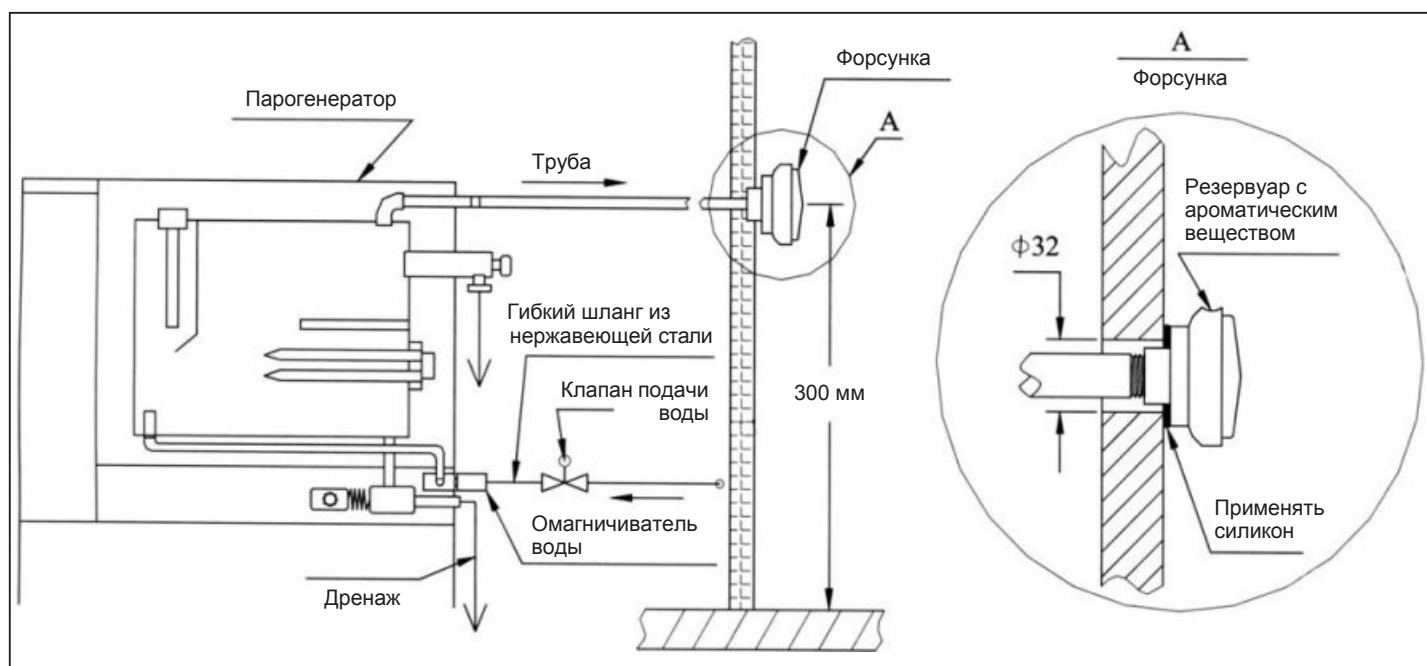

рис. 7
- Подающие трубы и паропровод должны соответствовать всем стандартам (рис.7). Это необходимо проверить до изоляции стены.
Паровые форсунки: должны быть установлены на высоте 30 см от уровня пола, но не ближе чем 15 см от сидений в парной. Для крепления патрубка трубопровода и тыльной части форсунки используйте силиконовый клей. Затем прикрутите паровую форсунку к патрубку паровой трубы. Руководствуйтесь разделом А на рис. 7. Резервуар с ароматизатором должен быть направлен вверх.